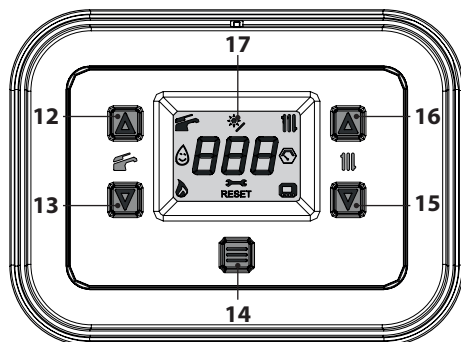

Figura 6.6
- Tenere premuto per 5 secondi il tasto 14 fino a far apparire sul display entrambe i simboli  e  (Figura 6.6).
- Entrare in "modalità programmazione" premendo contemporaneamente per 5 secondi i tasti 13 e 15 (Figura 6.6) fino a far apparire sul display LCD le lettere **HiS** che indicano il menu "Storico delle caldaia" (Figura 6.8).
- Premere il tasto 14 (Figura 6.6) per attivare la funzione. Il display visualizzerà quanto segue (Figura 6.10 e Figura 6.11).
- tenere premuti contemporaneamente i tasti 13 e 15 per 5 sec. (Figura 6.6) (ritorno al livello precedente).
- Spegnerne la caldaia tenendo premuto per 5 secondi il tasto 14 (Figura 6.6) fino a far apparire sul display LCD il simbolo **— — —** (i trattini vengono accesi in sequenza per simulare uno scorrimento) (Figura 6.5).